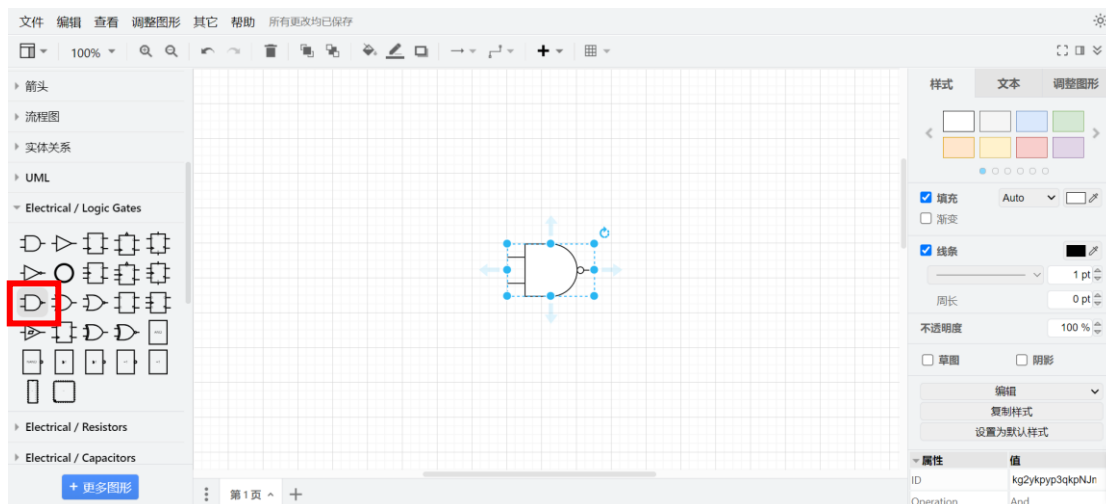
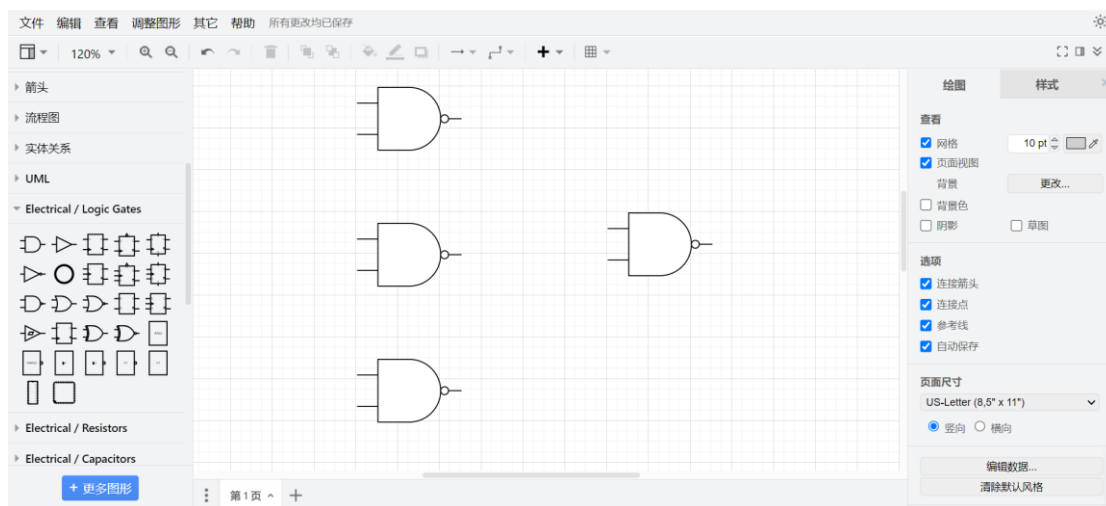

图 7
图 8
6. 鼠标点击二输入与非门，画布上会显示刚才选中器件；在画布上放置 4 个二输入与非门，如图 7、图 8 所示：